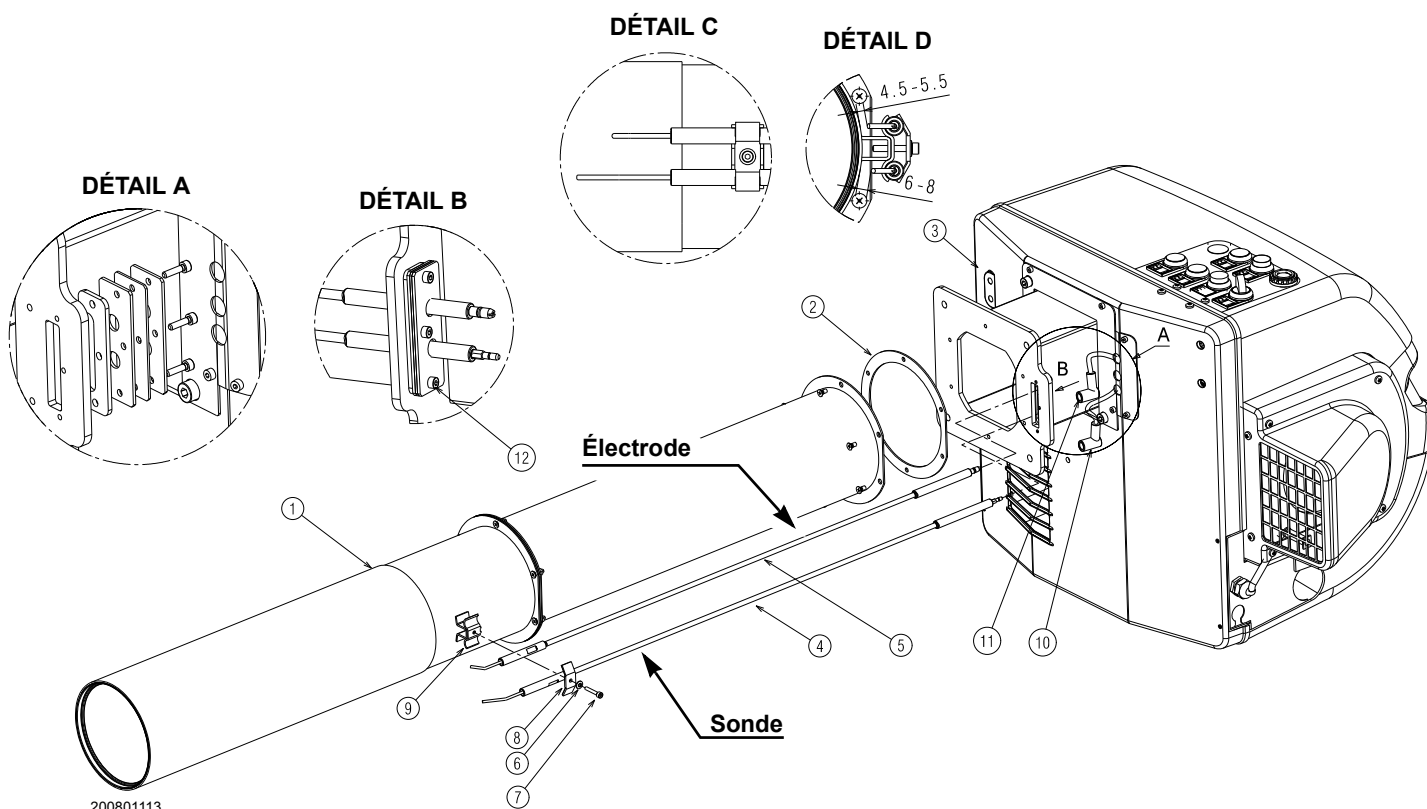

Fig. 13
- Assembler la tête de combustion 1) au brûleur 3) insérant le joint 2) Fig. 13.